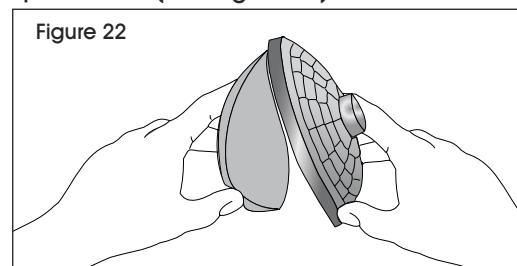

Figure 22
3. Secouez la mousse, rincez-la et laissez-la sécher complètement. (Voir Figure 22)